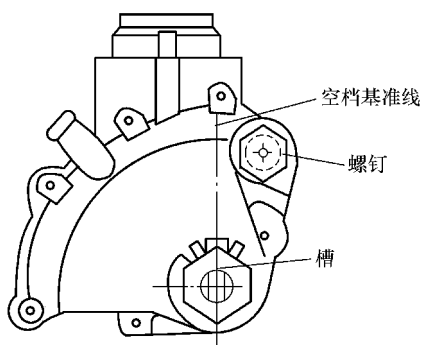

图 6-14 调整空档起动开关
3) 将变速杆移到 N 位, 如图 6-14 所示, 使空档起动开关槽口对准空档基准线, 定住位置并拧紧固定螺钉 (力矩为 $13\text{N} \cdot \text{m}$)。